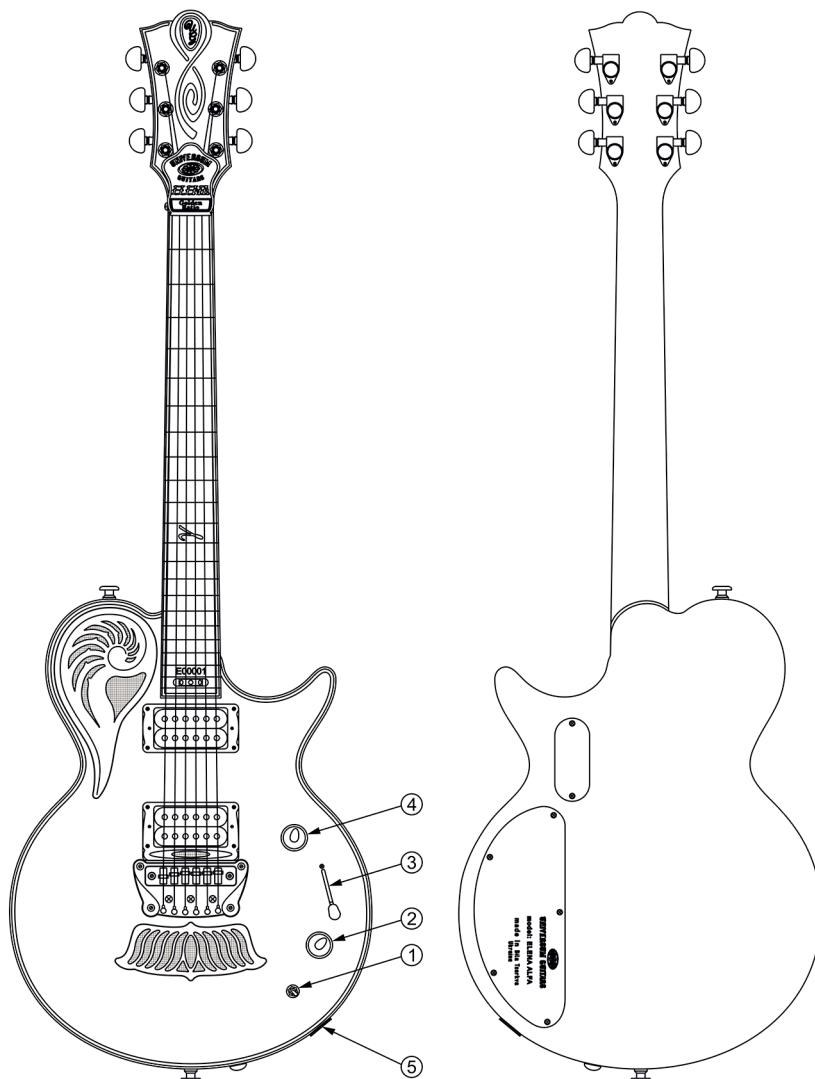

Fig. 19
- Enchufe de salida electromagnética (Fig.19 pos.5).
- Batería no recargable – 1 ud. (Fig.19 pos.6).
- 1) Manivela de mini conmutador de dos posiciones (Fig.19 pos.1) del sistema de monitoreo autónomo “UNIVERSUM MS” (sistema de sonido autónomo de una guitarra eléctrica de cuerpo sólido).
- 2) Manivela de potenciómetro de ajuste de tono (Fig. 19 pos.2) con conmutador de dos posiciones tipo “Push-Pull”. Conmutador aísla una bobina en cada fonocaptor magnético.
- 3) Manivela de conmutador de tres posiciones (Fig.19 pos.3): conmuta diferentes combinaciones de fonocaptores electromagnéticos.
- 4) Manivela de potenciómetro de ajuste de volumen de guitarra eléctrica (Fig.19 pos.4).